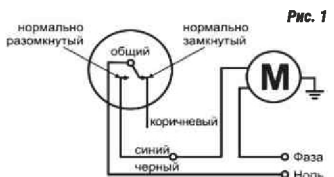

Рис. 1
3.2. Подключение (Наполнение емкости) (Рис. 1)